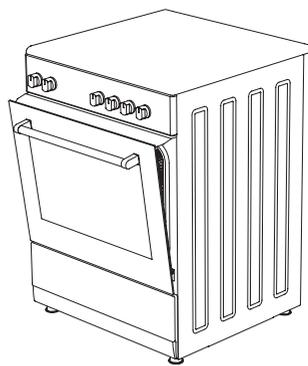

Figura 12
4. Poi fissare il pannello di sicurezza tra il forno e il coperchio anteriore chiudendo delicatamente il coperchio. (figura 12)